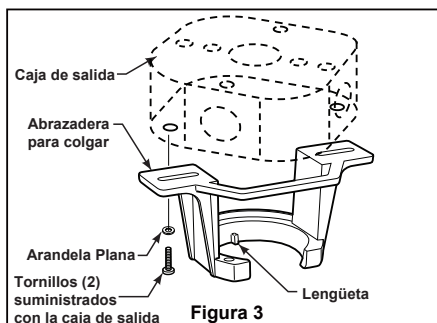

Figura 3
Uso del soporte (Figura 3)
3. Vuelva a colocar la cubierta de la carcasa en la unidad del motor usando los tornillos extraídos anteriormente. (Figura 3)
- ☐ 3. Afloje los dos tornillos de fijación del soporte del barral de soporte para techo a través de la varilla. Introduzca los cables de color marrón, azul, rojo, gris y amarillo cables a través de la varilla. (Figura 3)
- ☐ 1. Fije bien la abrazadera para colgar a la caja de salida (no se incluye) con los tornillos y las arandelas provistas con la caja de salida. (Figura 3)
2. Deslice el receptor en el soporte de suspensión antes de realizar el cableado como se muestra en la figura 3.
- ☐ 3. Extraiga la carcasa de la pila del mando a distancia con un destornillador y guarde el tornillo para más adelante. (Figura 3)